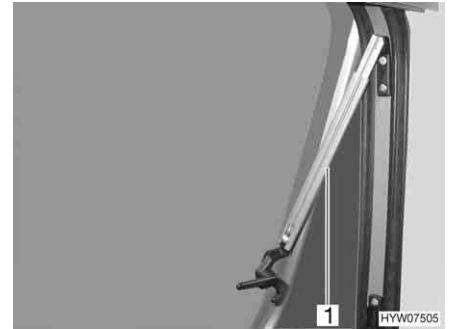

Fig. 70 Finestra apribile con deflettori automatici, aperta
- Aprire la finestra apribile fino al punto di arresto desiderato. Il deflettore automatico (Fig. 70,1) si innesta automaticamente in posizione.